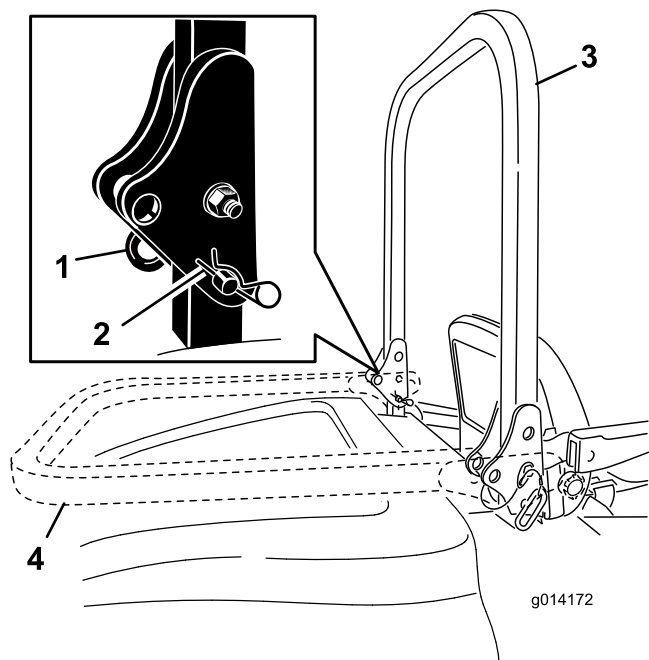

図 10
1. ROPS を下げるには、バーを前方に押し固定ピンに掛かっている力をゆるめた状態で、左右の固定ピンを抜き取る(図 10)。
2. バーを降ろす(図 10)。
3. ピンとヘアピンコッターで固定する(図 10)。
4. ROPS を立てるには、機体の左右でヘアピンコッターを抜き、ピンを外す(図 10)。
5. ROPS をまっすぐに立ててピンで固定し、ヘアピンコッターでロックする(図 10)。